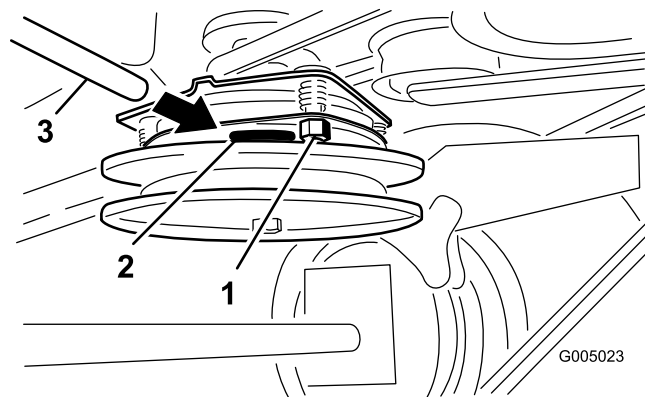

Figure 36
- Serrez les contre-écrous jusqu'à ce la jauge d'épaisseur fléchisse légèrement mais puisse bouger facilement dans l'entrefer (Figure 36).